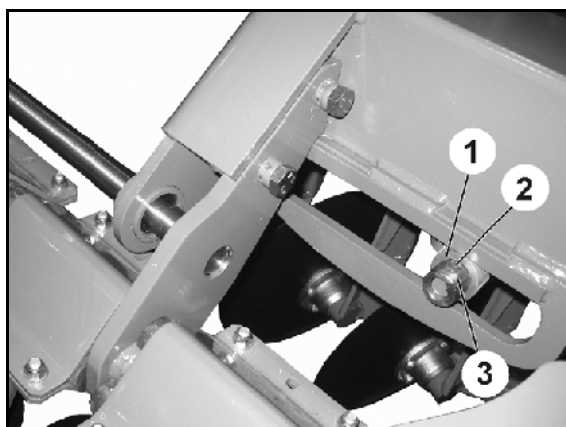

Bild 56
När rullen (Bild 56/1) ska bytas, ska den utfällda maskinen ställas så att rullen inte är spänd.
1. Lossa skruvförbandet (Bild 56/2).
2. Dra ut hylsan (Bild 56/3).